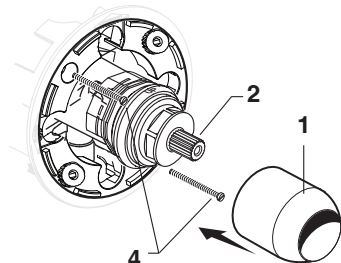

Figure 1a.
• **Figure 1a.** Enfoncez le CAPUCHON (1) sur la CARTOUCHE (2) jusqu'à ce qu'il soit bien assis contre l'arrêt.